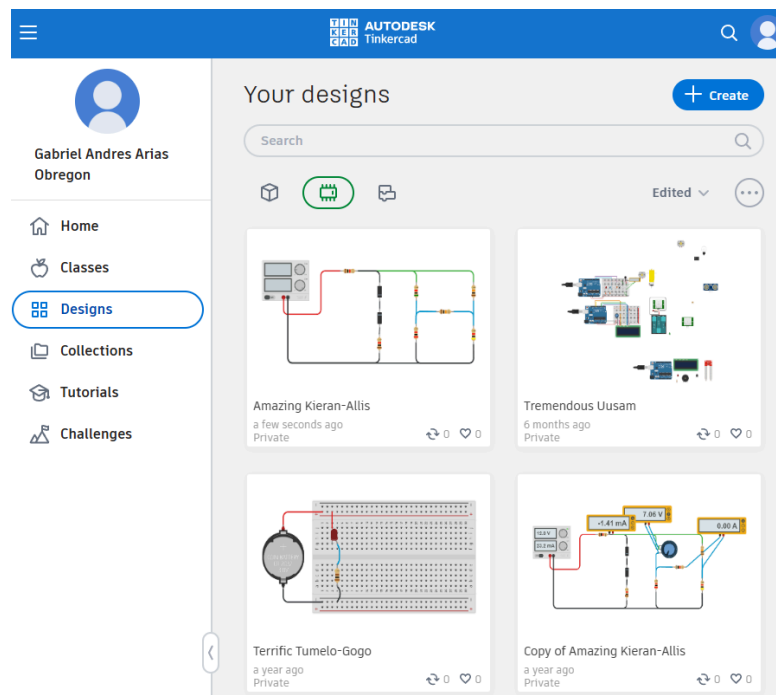

Figura 1. Ventana inicial de Tinkercad: Diseño de circuitos.
3. Seleccionar la opción "Circuitos" en el menú principal (Figura 1).